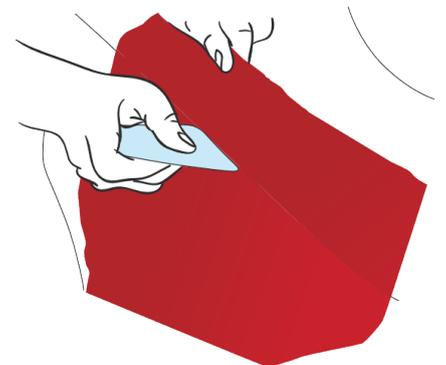

Abbildung 38
- › Kennzeichnen Sie mit dem Finger die Umriss des Bereichs. Ziehen Sie die Folie vom angrenzenden Abschnitt ab und schieben Sie diese mit der Rakel in die Aushöhlung, um den Rand der Fuge deutlich zu kennzeichnen. (Abb. 38)